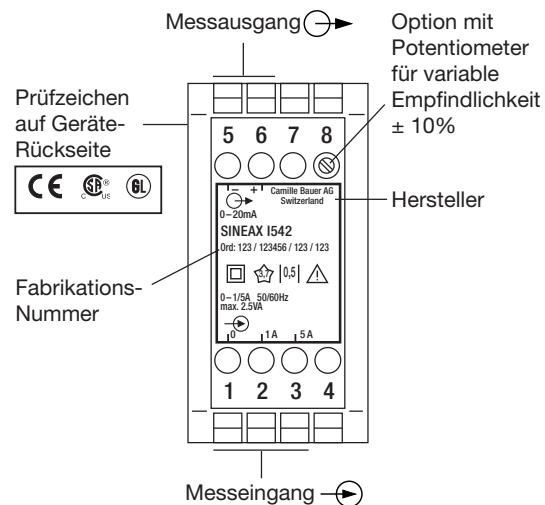

Bild 4. Erklärungen zum Typenschildbeispiel.
- ... dass die Daten, die zur Lösung der Messaufgabe erforderlich sind, mit denen auf dem Typenschild des SINEAX I 542 übereinstimmen (→ Messeingang, → Messausgang, siehe Bild 4)!